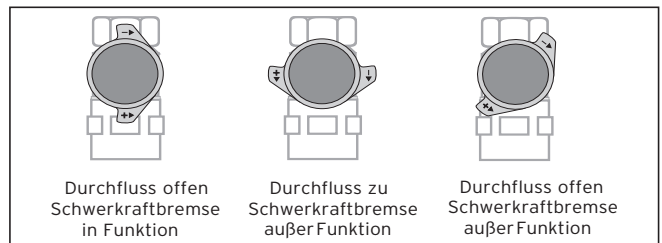

Abb. 3.1 Die drei Stellungen des Kugelhahns mit integrierter Schwerkraftbremse bzw. des Drei-Wege-Ventils
- Öffnen Sie die beiden Ventile der Befüllpumpe und die KFE-Hähne (1) und (7) und den Kugelhahn (3).
- Schließen Sie das Drei-Wege-Ventil (2) (waagerechte Stellung, siehe Abb. 3.1) und schalten Sie die Befüllpumpe ein.